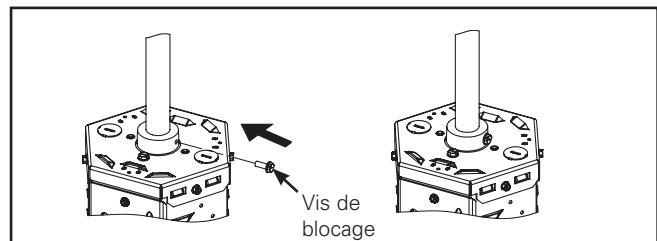

Figure 2.
2. Installez le luminaire à l'entrée fileté NPT de 1,27 cm (3/4 po) et serrez bien la vis (Figure 2).